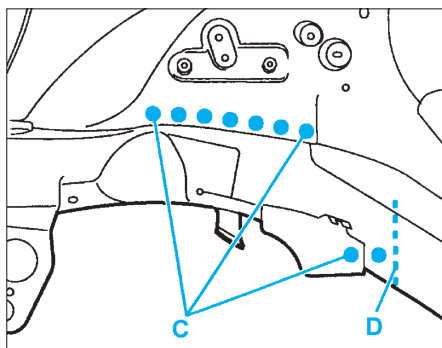

FIG. 26
- Souder par points bouchons au MIG (suivant C) (Fig.26).